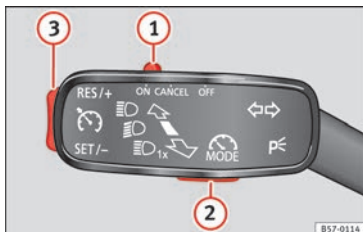
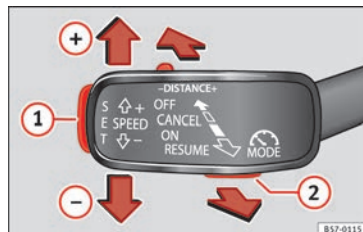

Fig. 185 À gauche de la colonne de direction : commande et touches servant à utiliser le limiteur de vitesse.
Fig. 186 À gauche de la colonne de direction : troisième levier pour utiliser le limiteur de vitesse.
| Fonction | Position du levier des clignotants » fig. 185 ou du troisième levier » fig. 186 | Effet |
Si vous souhaitez désactiver temporairement le limiteur de vitesse, pour doubler par exemple, réglez la commande » fig. 185 ① du levier des clignotants sur la position **CANCEL** ou réglez le troisième levier sur la position **CANCEL** ou appuyez sur la touche ② de l'un quelconque des leviers.